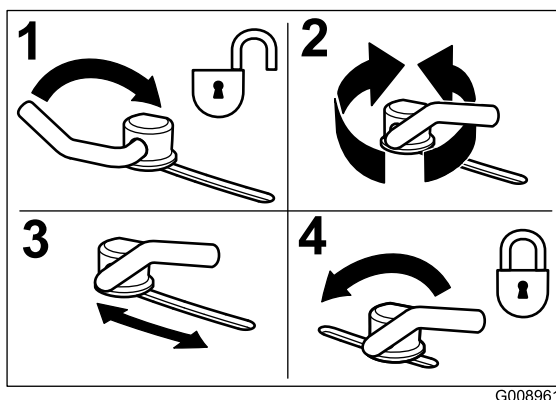

Figura 14
1. Per regolare i blocchi delle camme alzate la leva e allentate i blocchi (Figura 14).
3. Spostate la leva sopra per serrare il deflettore e i blocchi delle camme (Figura 14).